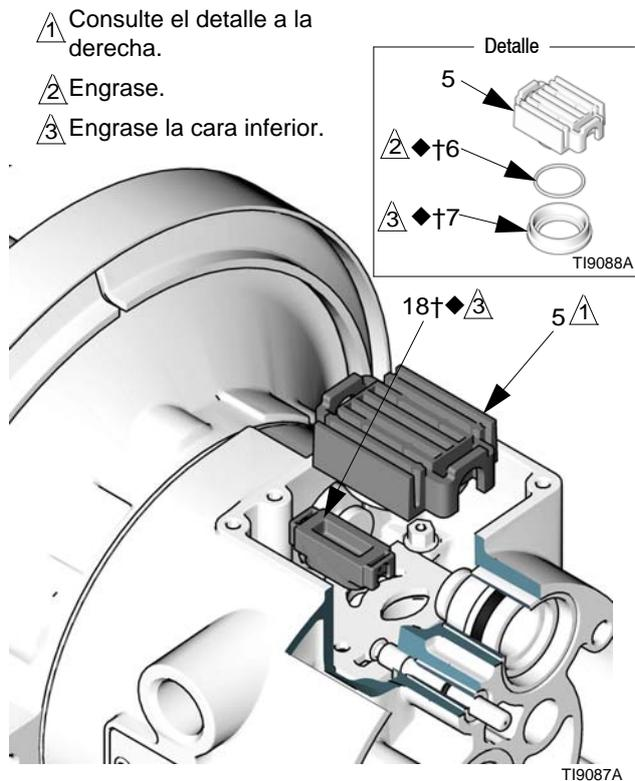

FIG. 6
3. Desplace el carro de la válvula (5) hasta la posición central y extraígallo de la cavidad. Retire el bloque de válvulas (7) y la junta tórica (6) del carro. Con pinzas de puntas de aguja, extraiga el bloque piloto (18) de la cavidad en forma recta hacia arriba. Consulte la FIG. 6.
7. Engrase la cara inferior del bloque piloto (18†◆) e instálelo de forma que las aletas se acoplen en las ranuras de los extremos de los pasadores piloto (16). Consulte la FIG. 6.
8. Engrase la junta tórica (6†◆) e instálela en el bloque de válvulas (7†◆). Presione el bloque en el carro de la válvula (5). Engrase la cara inferior del bloque de válvulas. Consulte la FIG. 6.
9. Instale el carro de la válvula (5) de forma que las aletas encajen en las ranuras del extremo estrecho de los pistones de accionamiento (11). Consulte la FIG. 6.